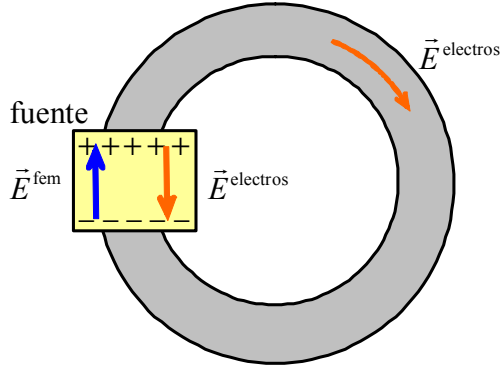

Figura 5.10: Esquema de un circuito formado por una fuente y un conductor externo.
- Consideremos una fuente (ej. una pila) unida a un conductor formando un circuito cerrado como el mostrado en la figura 5.10.